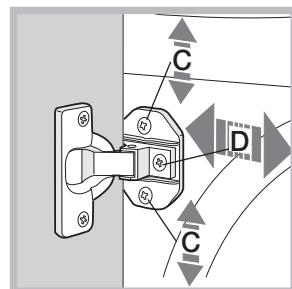

Fig. 7
- Pour régler la position du panneau en bois à la verticale et à l'horizontale, servez-vous des vis **C** et **D** comme illustré fig. 7.